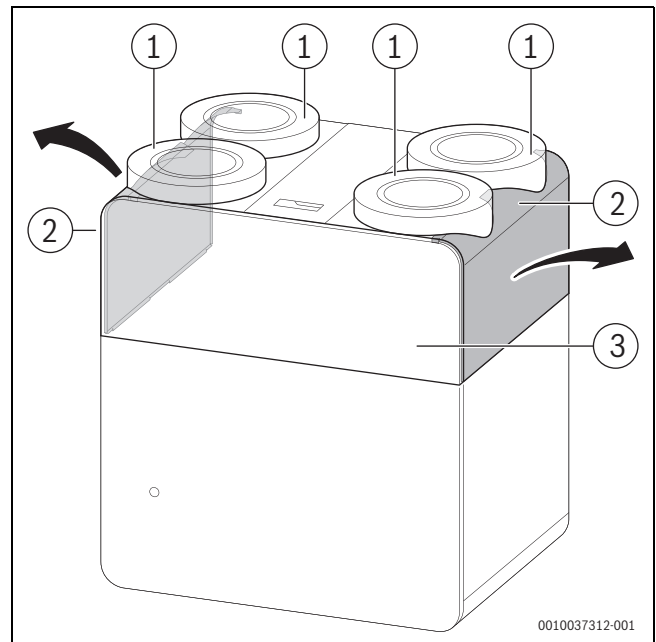
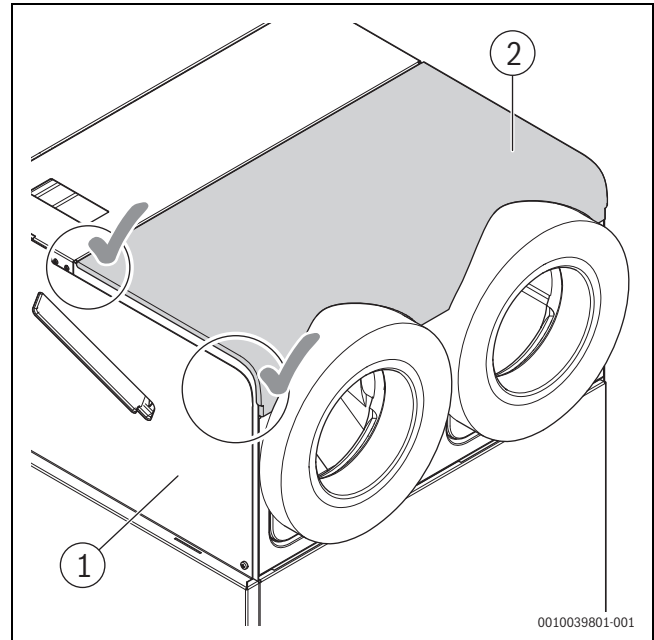
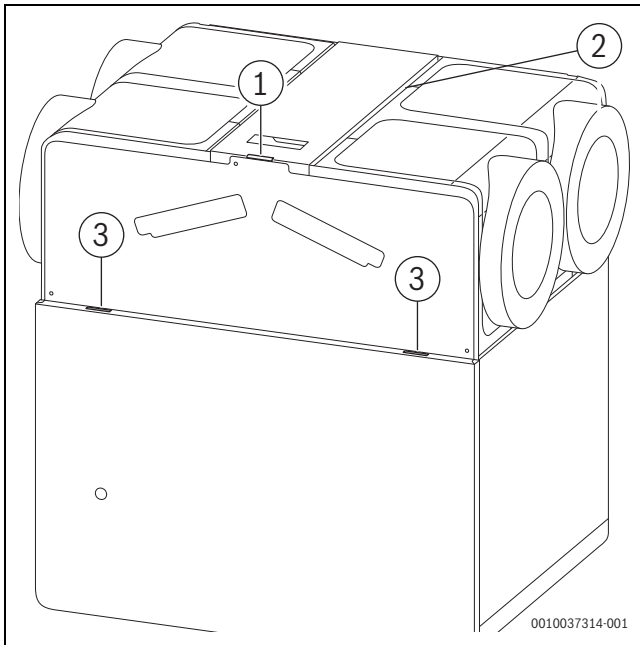

Bild 17 Umbau Anschlussstutzen - Bleche
Bild 20 Finaler Zustand - Anschlussstutzen seitlich
Bild 21 Aussparungen für Laschen der Abdeckblende Filter
- ▶ Designblende (→ Bild 20, [2]) von oben auf die Oberseite des Geräts montieren. Hierzu die Designblende ca. im 45°-Winkel ansetzen, in die Aussparung am Mittelsteg (→ Bild 21, [2]) einfädeln und nach unten klappen.
- ▶ Abdeckblende Filter (→ Bild 17, [3]) wieder montieren. Hierzu erst an den beiden unteren Laschen (→ Bild 21, [3]) ansetzen und anschließend die obere Lasche (→ Bild 21,[1]) einfädeln.